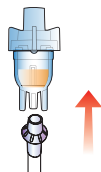

Рисунок 6
- Другой конец соединительной трубки подсоедините к емкости для лекарства (рисунок 6).